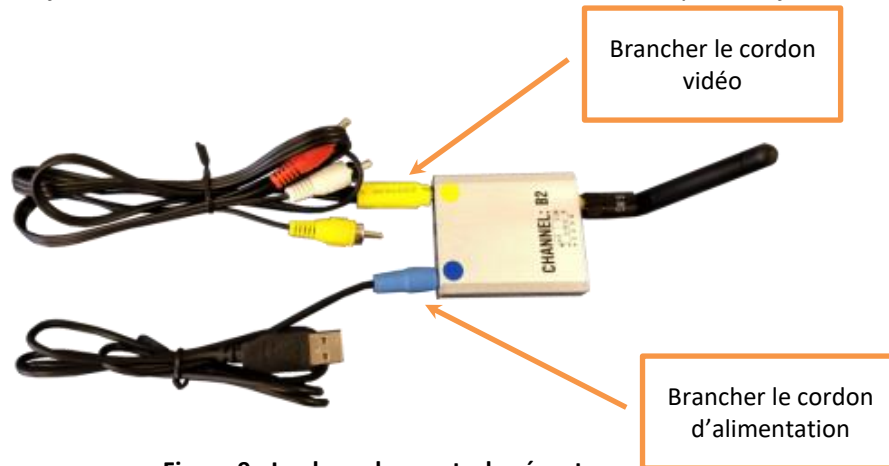

Figure 9 - Les branchements du récepteur
- **Connecter le récepteur (cf Figure 9) :**